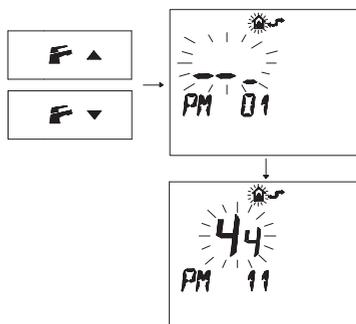

Fig. 5.57
- Premere i pulsanti  $\mathbb{F}\downarrow$  o  $\mathbb{F}\uparrow$  per visualizzare la programmazione "PM11" della postcircolazione pompa (Fig. 5.57).